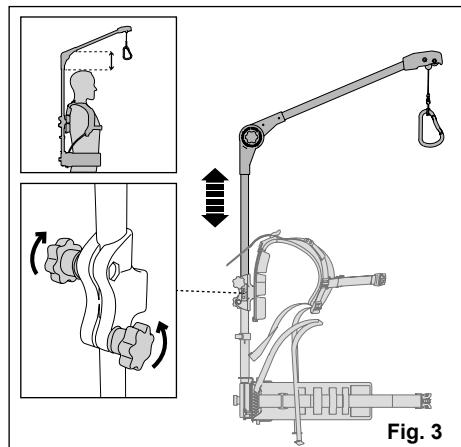

Fig. 3
- Draai de knoppen los om de ruimte tussen schouders en boven je hoofd aan te passen (Fig. 3).